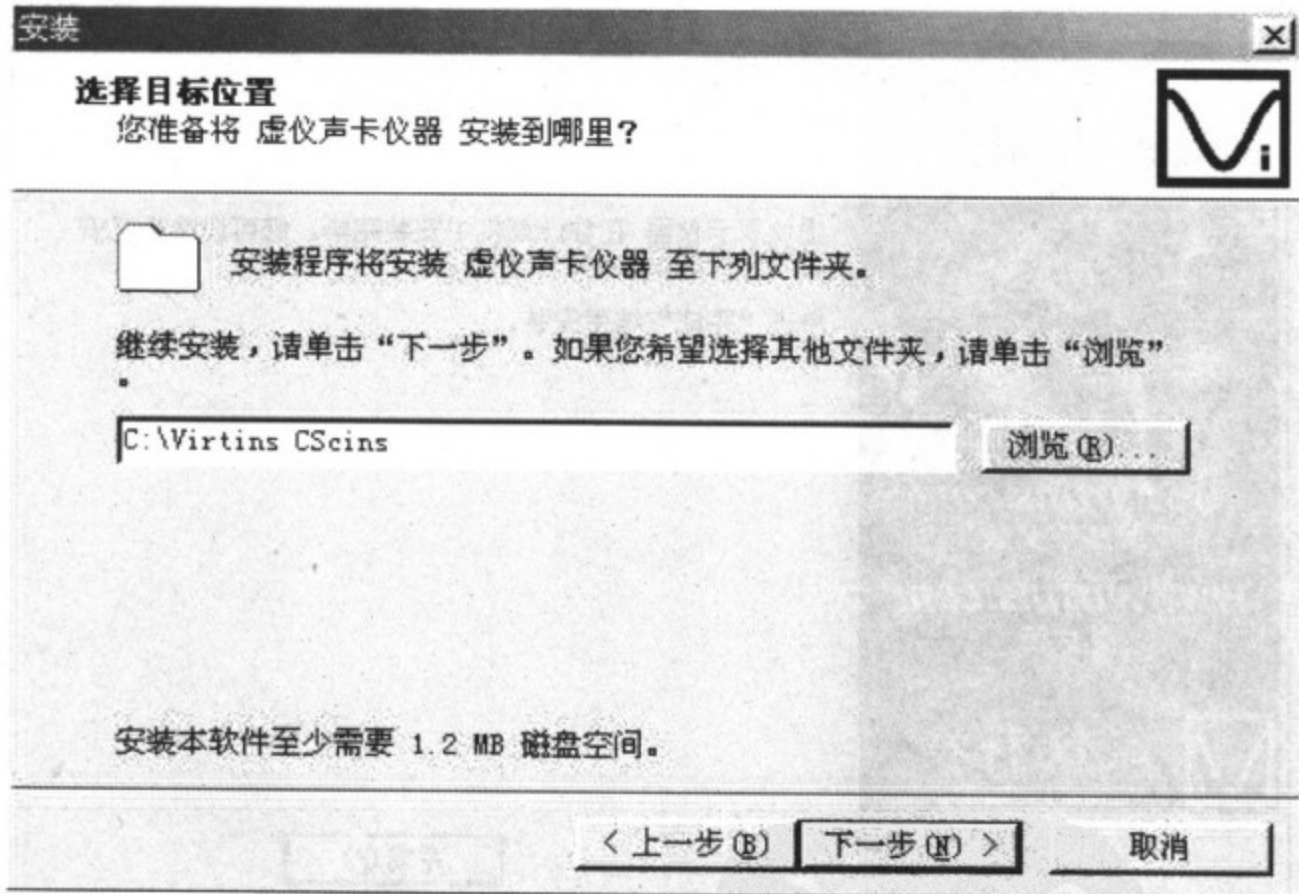

图 8-26 选择目标文件夹
(3)选择目标文件夹。点击我接受协议,出现选择目标文件夹对话框,如图 8-26 所示。